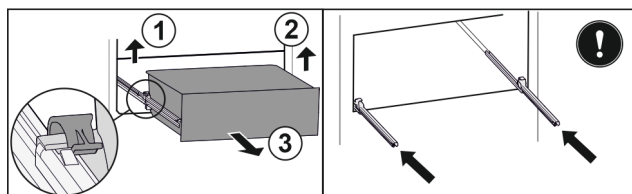

Fig. 210
- ▶ 提起左侧夹子，同时将抽屉左侧向前拉。 Fig. 210 (1)
- ▶ 提起右侧夹子，同时将抽屉右侧向前拉。 Fig. 210 (2)
- ▶ 朝前取出抽屉。 Fig. 210 (3)